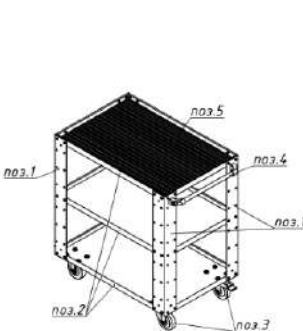

Рис. 1 Тележка МЛОС (базовая)
- 3.1. Тележка инструментальная (рис.1,2) состоит из металлических уголков (поз.1) и полок (поз.2).